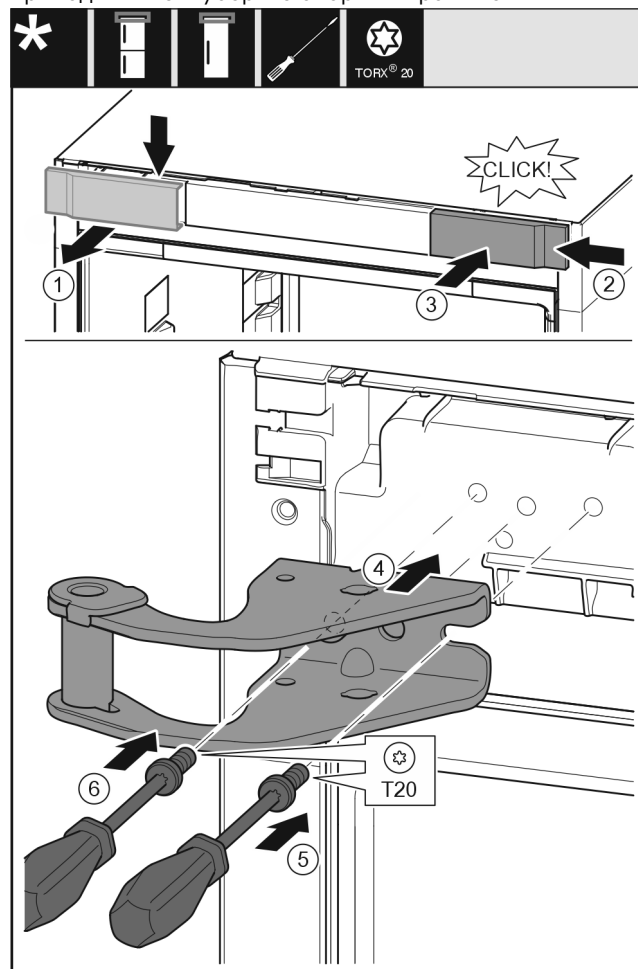

Fig. 11
- ▶ Снимите крышку Fig. 11 (1) сверху вперед.
- ▶ Навесьте крышку Fig. 11 (2), повернув ее на 180°, справа с другой стороны.
- ▶ Зафиксируйте крышку Fig. 11 (3).
- ▶ Установите верхний опорный кронштейн Fig. 11 (4).
- ▶ Установите и затяните винт Fig. 11 (5) отверткой.
- ▶ Установите и затяните винт Fig. 11 (6) отверткой.